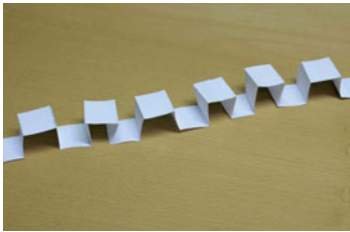

Bild 1
- Nun wird der Papierstreifen entsprechend dem Foto gefaltet. Jeder vierte Abschnitt nach außen, die drei übrigen nach innen (Bild 1).